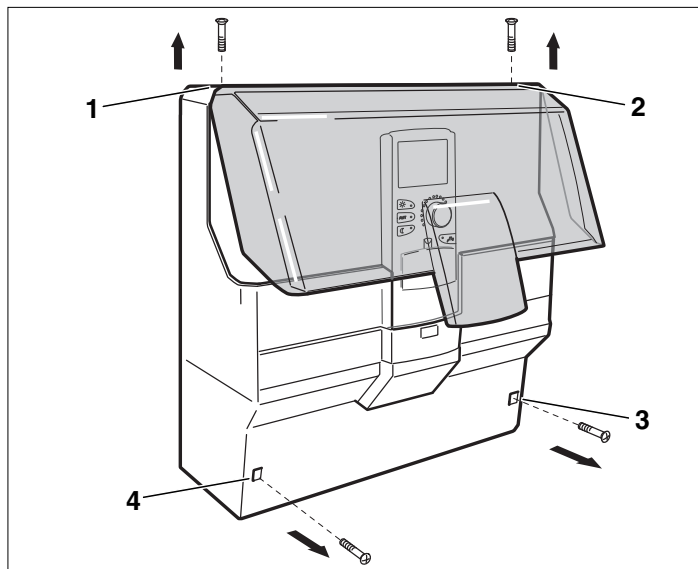

Рис. 2 Демонтаж крышек
- Отверните 2 винта на верхней крышке корпуса (→ Рис. 2, [1] и [2]).
- Отверните 2 винта на нижней крышке (→ Рис. 2, [3] и [4]).